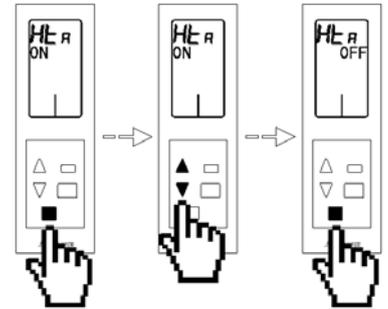

Fig. 120
- Etapa de calor aire $H_{E,A}$:** Sólo disponible en caso de tener etapas de Aire y Radiante habilitadas en la zona. Este parámetro permite habilitar **ON**, o deshabilitar **OFF**, el calor por aire A de la zona. Para su configuración, realice una pulsación sobre el botón de confirmación , el valor del menú se pondrá a parpadear, esto indica que estamos dentro del menú. Utilice las flechas Δ ∇ para seleccionar la opción deseada y pulse el botón de confirmación . Si desea salir del menú pulse el botón salir para volver al menú anterior. (Fig. 120)